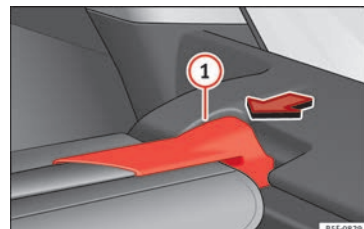

Bild 162 I bagageutrymmet: Ta bort hatthyllan
- Tryck på hatthyllans stöd » **bild 162** ① i pilens riktning.
- Tryck fast hatthyllans stöd » bild 162 ① i det högra utrymmet.
- Kontrollera att stödet » bild 162 ① sitter fast ordentligt.